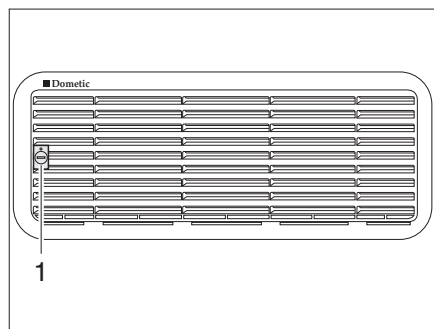
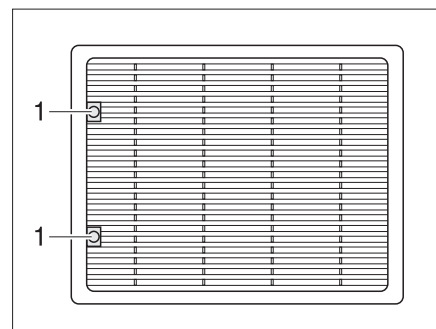

Fig. 314 Grille d'aération du réfrigérateur (Dometic petit)
Fig. 315 Grille d'aération du réfrigérateur (Dometic grand)
- Tourner la vis (Fig. 314,1 ou Fig. 315,1) d'un quart de tour à l'aide d'une pièce de monnaie.